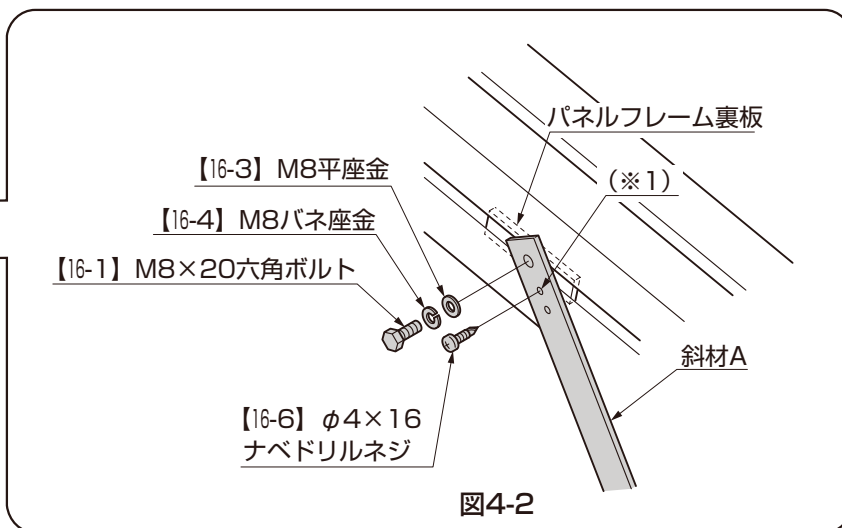

図4-2
- ①斜材A下側をサポートレッグ取付金具に【16-1】、【16-3】、【16-4】、【16-5】で取付けてください。(図4-2参照)
- サブパネルフレームと斜材Aを取付ける【16-6】は斜材の上側の穴(※1)に取付けてください。(図4-2参照)